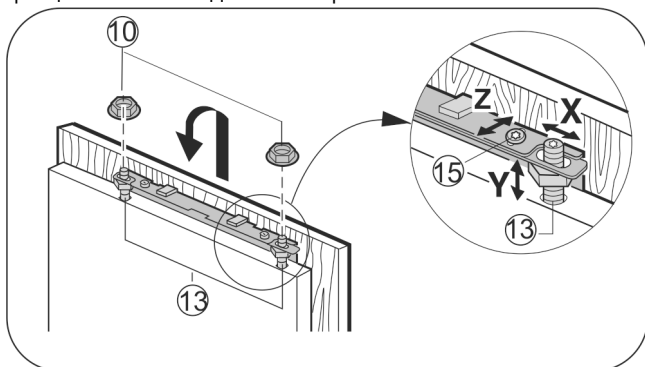

Fig. 19
- ▶ Окачете вратата на шкафа на настройващите болтове Fig. 19 (13) и хлабаво завийте контрагайките Fig. 19 (10) на настройващите болтове.
- ▶ Регулиране вратата на шкафа по височина Y и по страничен наклон: Регулирайте настройващите болтове Fig. 19 (13) с отвертка.
- ▶ Затегнете контрагайките Fig. 19 (10).